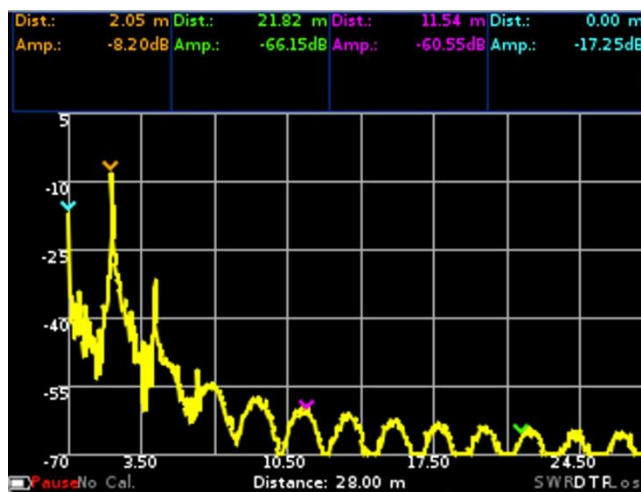

Рисунок 8.2 – Режим паузы
8.6. Нажатие на экран с отображаемым графиком во время произведения измерений переводит прибор в режим паузы (Рисунок 8.2). В данном режиме пользователь может более детально рассмотреть график. Информация о состоянии прибора отображается мигающим символом **PAUSE** возле символа аккумулятора.